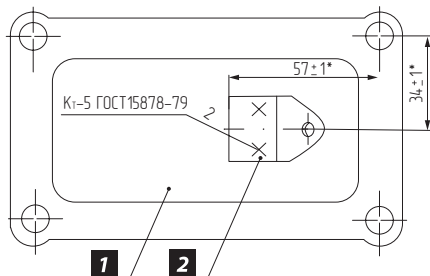

Рис. 19
5. Кронштейн оттяжной пружины приварите или закрепите болтами к крышке люка установки механизма, как показано на **Рис. 19**.